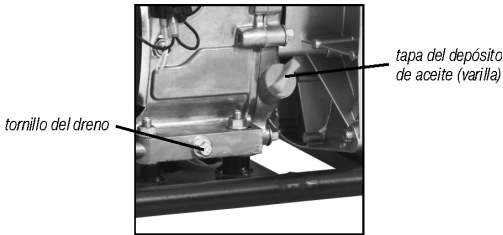

Fig. 10 – Tapa del depósito de aceite (varilla)
- c. Retire la tapa de aceite y con auxilio de un paño, limpie la varilla indicadora de nivel (fig. 10);